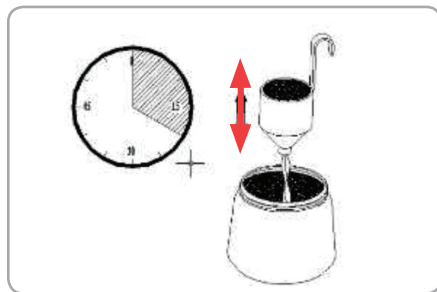

Fig.5
- Măsurați în secunde timpul necesar pentru ca vopseaua să se scurgă complet din capsula. Fig 5